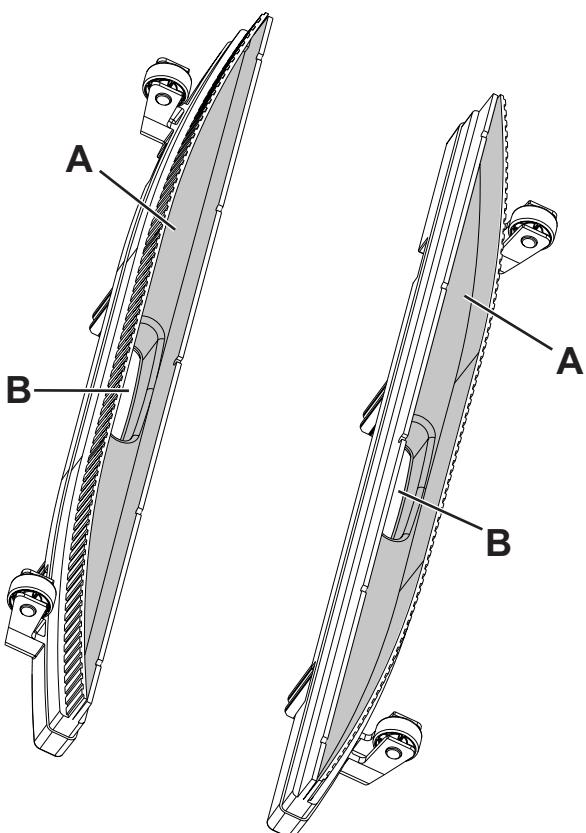

Abbildung 9
2. Das Tankfach (13) mithilfe des Griffes (15) aus dem Gerätgehäuse ziehen.
3. Das Gerätgehäuse anheben, um den unteren Bereich des Reinigungskopfes (16) zu erreichen.
4. Die Sauglippenhalter (20) nach außen ziehen und herausnehmen.
5. Die Sauglippenhalter reinigen und waschen. Insbesondere die Förderöffnungen (A, Abb. 9) und die Ansaugöffnung (B) reinigen. Überprüfen, ob die beiden Wischblätter unversehrt sind und weder Schnitte noch Risse aufweisen, ggf. Sauglippenhalter austauschen.